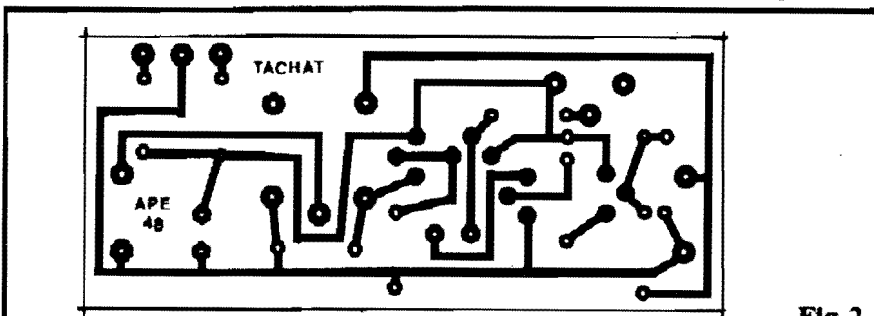

Fig.2
- FIG. 2 - LAY OUT DO CIRCUITO IMPRESSO ESPECÍFICO - A plaquinha é pequena e simples em seu desenho de ilhas e pistas... A ausência de Integrados, inclusive, torna as coisas menos "apertadas", facilitando a elaboração do lay out (o padrão pode ser copiado diretamente da figura, já que está em tamanho natural...) e mesmo a traçagem feita com tinta ou decalques ácido-resistentes... De qualquer modo, após a corrosão na solução de perclorato de ferro, tudo deve ser muito bem conferido, buscando-se falhas, "curtos", lapsos, etc., que devem ser corrigidos antes de se iniciar as inserções e soldagens de componentes. Aos Hobbystas que só agora estão chegando à Turma, recomendamos seguir as INSTRUÇÕES GERAIS PARA AS MONTAGENS, um módulo permanente encartado nas páginas iniciais de toda APE...